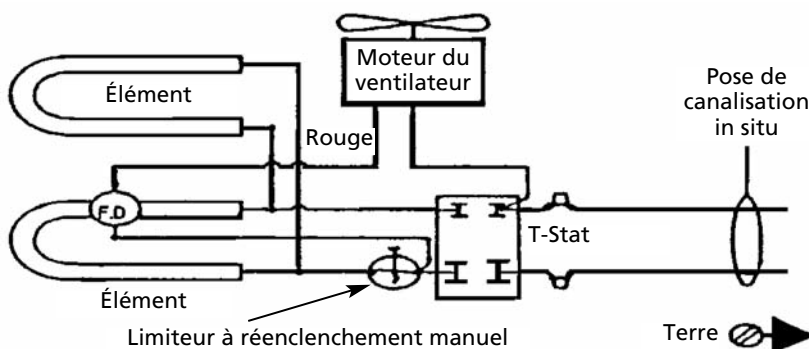

Figure 7 – Schéma de câblage (monophasé)
- Connecter les fils de un câble d'alimentation jusqu'aux fils de connexion de la radiateur. Voir le schéma de câblage de la Figure 7.
- Monter la grille avec les quatre (4) vis longues fournies. Les vis taraudent les trous situés dans les flasques latéraux de la boîte arrière.
Voir la Figure 7 de la page 4.